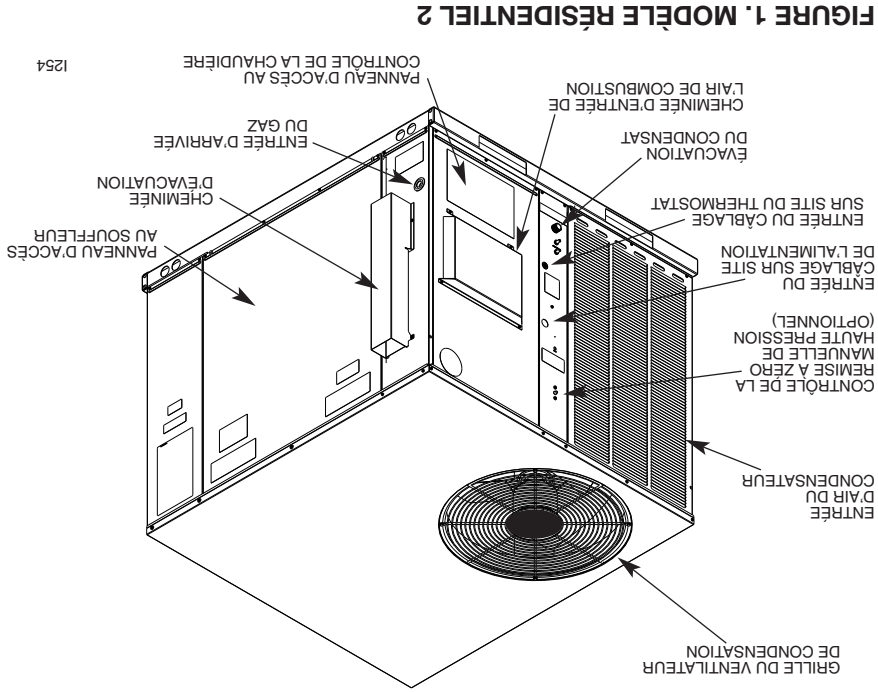

FIGURE 1. MODÈLE RÉSIDENTIEL 2
2. Ne bloquez pas les entrées ou les sorties d'air de combustion. Voir les Figures 1 et 2.